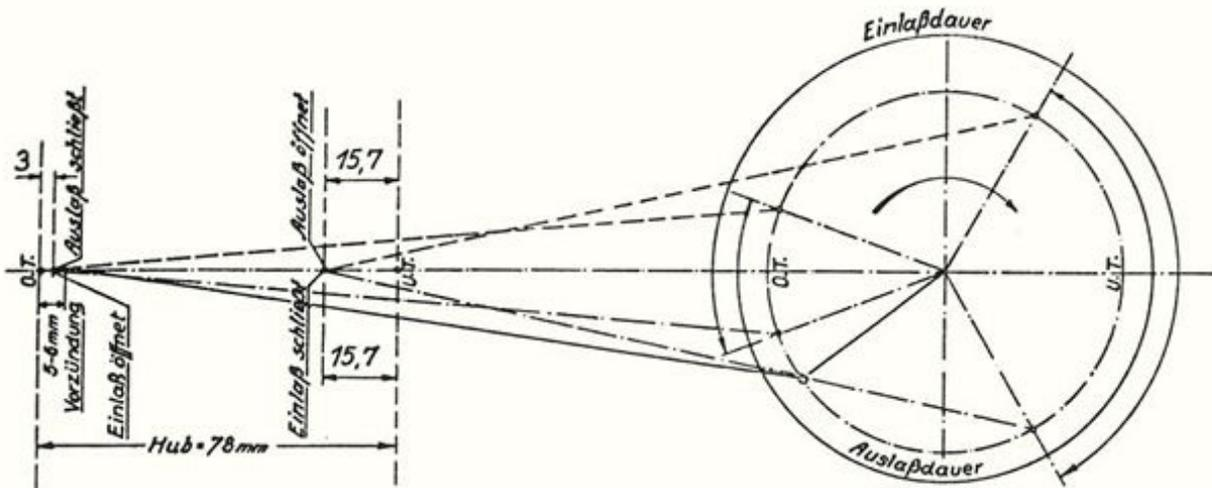

Abb. 37 Einstellschaubild für die Tourenmaschine
Sollten die beiden Marken nicht genau zur Übereinstimmung zu bringen sein, was bei Längung der Antriebskette der Fall sein kann, so ist es empfehlenswert, sich der Einstellschaubilder zu bedienen (Abb. 37 und 38). Nach diesen ist, beispielsweise bei der Tourenmaschine, die Kurbelwelle, nachdem ebenfalls vorher der Kolben des Einstellzylinders auf oberen Totpunkt gestellt wurde, um den Betrag der Voröffnung des Einlaßventiles (2,8 mm Kolbenweg, vergl. Abb. 37) zurückzudrehen (in Fahrtrichtung gesehen rechts herum, im Sinne des Uhrzeigers), dann die Steuerwelle so zu stellen, daß das Einlaßventil des Einstellzylinders ge-
**Tourenmaschine:** Nach Abnahme des Zylinderkopfes des in Fahrtrichtung gesehen rechts liegenden Zylinders, stellt man die Kurbelwelle auf den oberen Totpunkt am Ende des Verdichtungshubes. Dabei müssen beide Ventile geschlossen sein. Soll die Zündmaschine nach dem Einstellen der Steuerung eingebaut werden, ist die Kurbelwelle, nachdem der Kolben des Einstellzylinders für die Einstellung der Steuerung auf oberen Totpunkt gestellt wurde, für das Einsetzen des Lichtbatterie- bzw. Lichtmagnetzünders genau um  $360^\circ$  im Drehsinn des Motors (in Fahrtrichtung gesehen links herum, entgegen dem Sinn des Uhrzeigers!) weiterzudrehen. Hierauf dreht man die Kurbelwelle so lange zurück (in Fahrtrichtung gesehen rechts herum, im Sinne des Uhrzeigers), bis der Kolben einen Weg von 7-8 mm (vergl. Einstellschaubild Abb. 37) zurückgelegt hat. In dieser Stellung legt man die Kette zwischen Nockenwellenkettensrad und dem Antriebsrat des Licht- bzw. Magnetzünders, der nach der vorhergehenden Anleitung eingestellt wurde, auf.